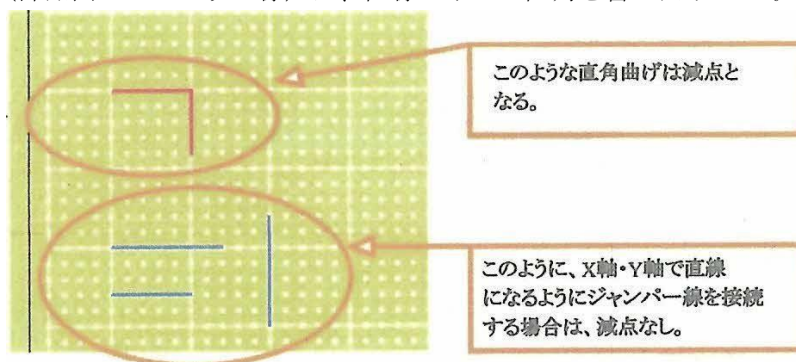

図 13 ジャンパー線取り付け時の説明
(8) ジャンパー線（部品面のスズメッキ線）は、直線のみとし直角を含め曲げての取り付けは禁止する。（図 13）